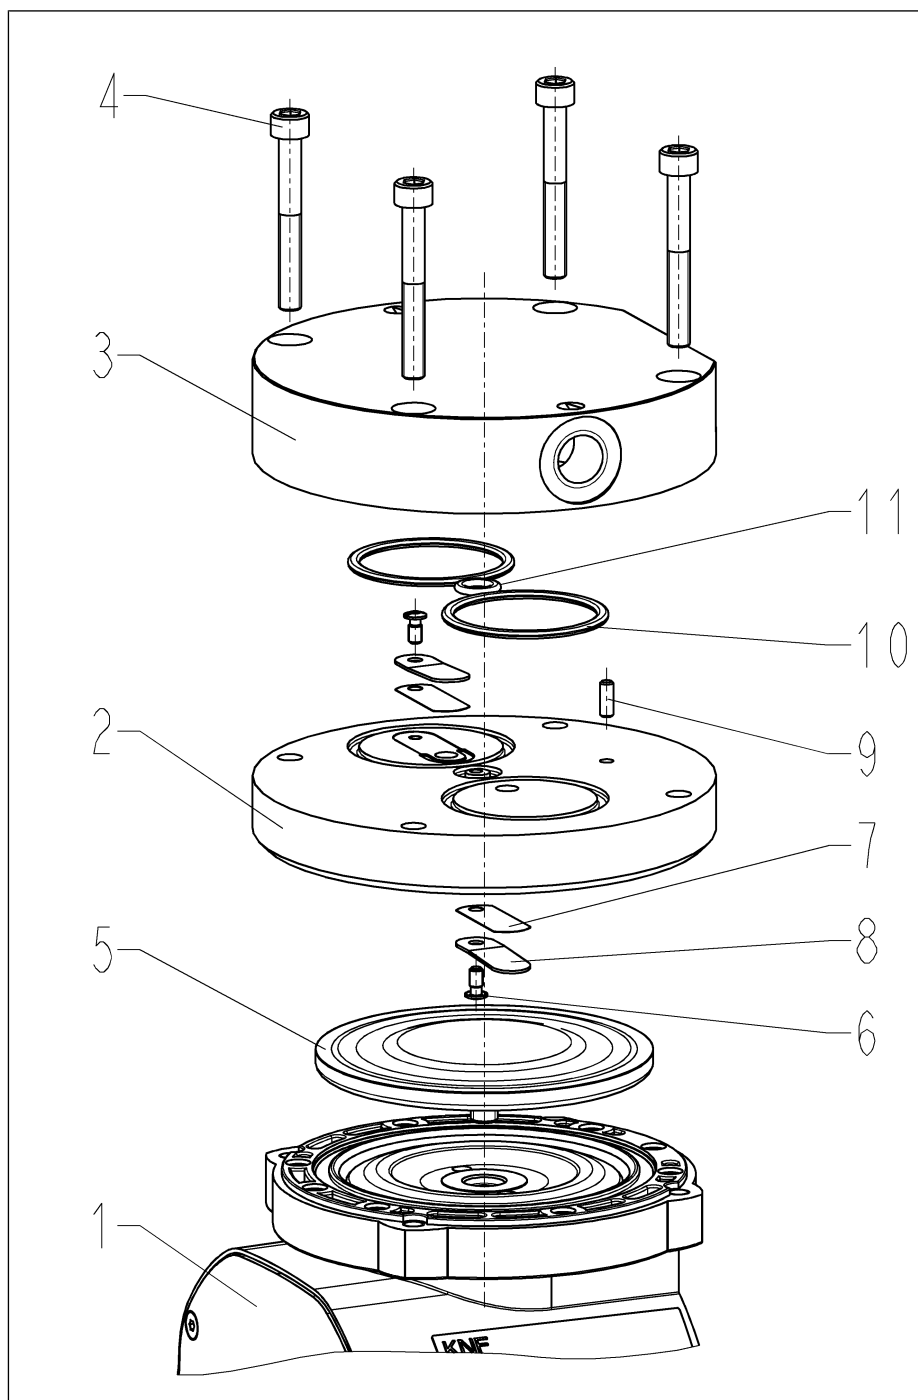

Fig.14 Pièces de pompe
**selon Fig. 14
- i** Les numéros de position dans l'instruction de travail suivante se réfèrent aux Fig. 14.